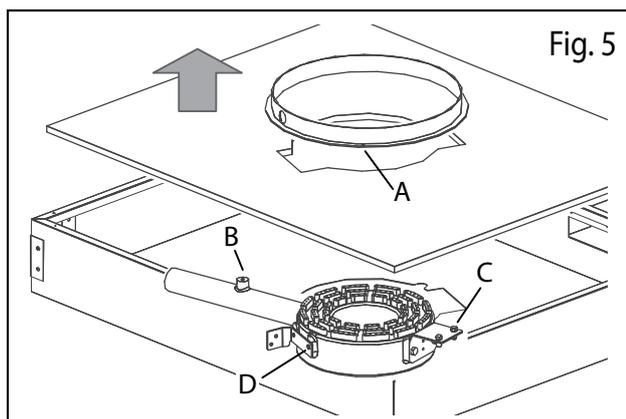

Fig. 5
Tuttapiastro 980: Svitare le viti di fissaggio del convogliatore calore (Fig. 5/A)
- Asportare l'isolante e svitare il bruciatore dalla camera di combustione (Fig. 5/B+C)
- Svitare i supporti (Fig. 5/C+D) e riavvitarli al bruciatore nuovo